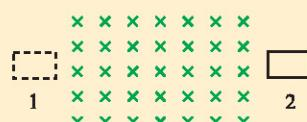

图 1-2-5 线圈在匀强磁场中通过
2. 如图 1-2-5 所示，让闭合线圈由位置 1 匀速通过一个匀强磁场运动到位置 2。线圈在运动过程中，什么时候有感应电流，什么时候没有感应电流？为什么？